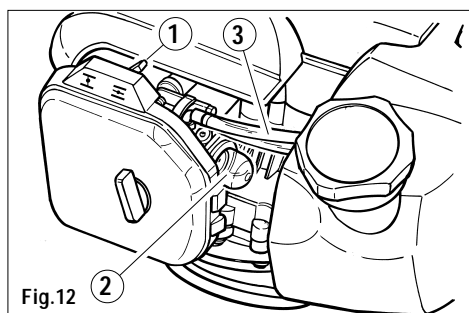

Fig.12
3) Flyt luftkontakten til højre for luftfiltrets hætte (fig.12, detalje 1) i position |Ø| .
4) Tryk flere gange på tændingspatronen (fig. 12, detalje 2) i bund, indtil brændstoffet kommer tilbage i dunken gennem det andet gennemsigtige lille rør (fig.12, detalje 3).
8) Flyt luftkontakten tilbage i position (fig.12, detalje1) |Ø| .